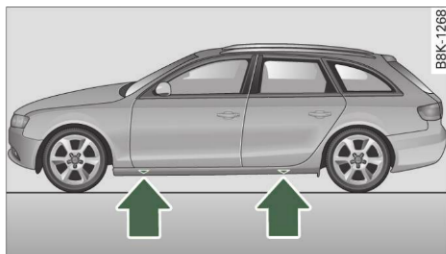

Fig. 244 Înlocuirea roții: Puncte pentru fixarea cricului
Poziția punctului de amplasare a cricului este marcată printr-o adâncitură în partea de jos a autovehiculului ⇒ fig. 244.
- Căutați **punctul de fixare** de pe bara inferioară a pragului cel mai apropiat de roata defectă ⇒ fig. 244.
Cricul poate fi montat **numai** în locurile indicate ⇒ fig. 244. Pentru fiecare roată există exact **un** singur marcaj. Cricul nu trebuie așezat în alte locuri.